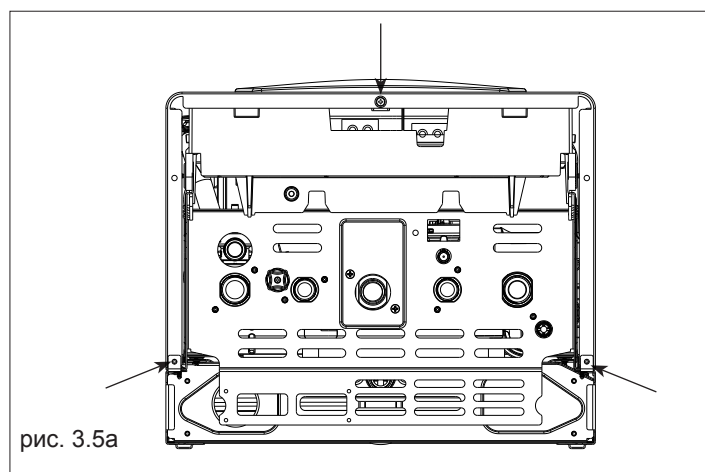

рис. 3.5a
- Открутить крепежные винты корпуса (рис. 3.5a)